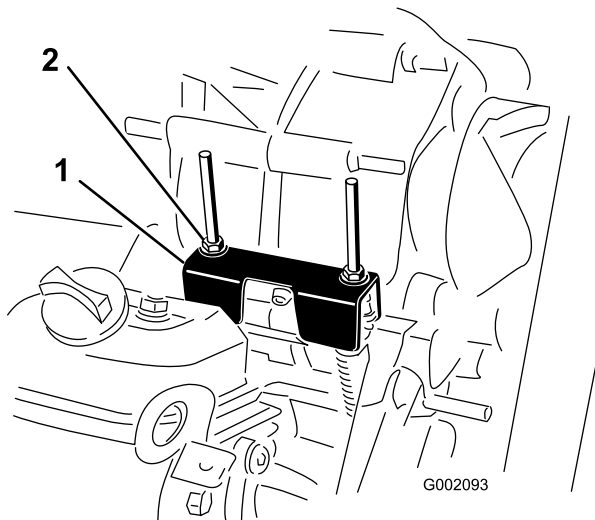

Bild 35
Wenn Sie regelmäßige Wartungsarbeiten und/oder eine Motordiagnostik durchführen, müssen Sie die Antriebsachse zunächst in den Leerlauf schalten (Bild 35). Der Schalthebel weist eine Leerlaufstellung auf, die den Leerlauf der Antriebsachse bestimmt. Treffen Sie die folgenden Maßnahmen, um sicherzustellen, dass der Schalthebel in der Leerlaufstellung die Antriebsachse auch richtig auf Leerlauf schaltet:
2. Stellen Sie sicher, dass die Leerlaufhalterung in der Neutralstellung ist (mit der Kabelbefestigungshalterung unter der Ganghalterung nivelliert), indem Sie die Antriebskupplung drehen (Bild 35). Das Fahrzeug sollte nicht vorwärts- oder rückwärtsrollen. Wenn sich das Fahrzeug bewegen lässt, schieben Sie die Leerlaufhalterung in die Leerlauf-Stellung.
3. Ziehen Sie eine der Sicherungsmuttern an (Bild 35), um einen Abstand von 0,076 bis 0,15 cm zu erreichen.